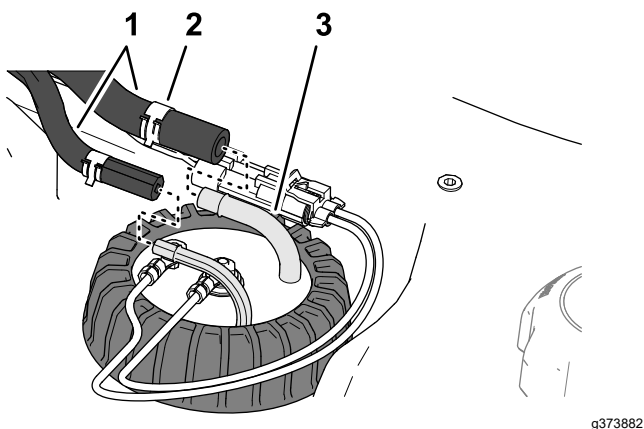

**Figura 84**
4. Mueva las abrazaderas que sujetan las mangueras a los acoplamientos del sensor de combustible hacia dentro, y retire las mangueras de los acoplamientos (Figura 84).